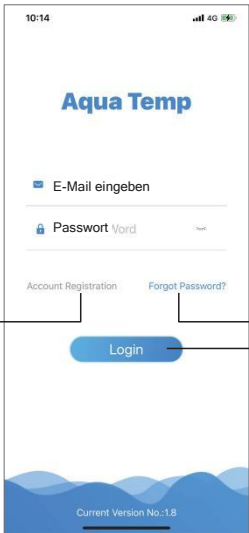

Abb.1 Anmeldeoberfläche
1. Benutzerregistrierung: Um ein Konto zu registrieren, klicken Sie auf ① (Abb.1), um zur Benutzerregistrierungsoberfläche zu gelangen,
2. Anmelden: Befolgen Sie die Anweisungen auf der Seite (Abb.1), geben Sie Ihre registrierte E-Mail- ⑥ Adresse und Ihr Passwort ein, klicken Sie und springen Sie zur Gerätesliste;
3. Passwort vergessen: Wenn Sie Ihr Passwort vergessen haben, klicken Sie auf ⑦ (Abb.1), um zur Passwortvergessen Oberfläche zu gelangen